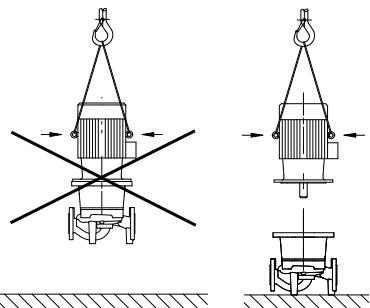

Fig. 15 : Transport du moteur
- N'utiliser les œillets de levage que pour le transport du moteur et non de la pompe complète (fig. 15).